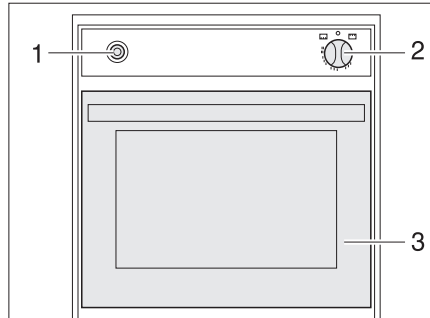

Bild 132 Gasbackofen
- Backofenklappe (Bild 132,3) ganz öffnen.
- Drehregler (Bild 132,2) leicht drücken und auf "🔥" (Backofen) oder "GRILL" stellen.
- Drehregler (Bild 132,2) drücken und 5 bis 10 Sekunden lang gedrückt halten. Es strömt Gas zum Brenner.
- Zündschalter (Bild 132,1) so oft drücken, bis die Flamme brennt.
- Drehregler (Bild 132,2) auf "0" drehen. Die Flamme erlischt.